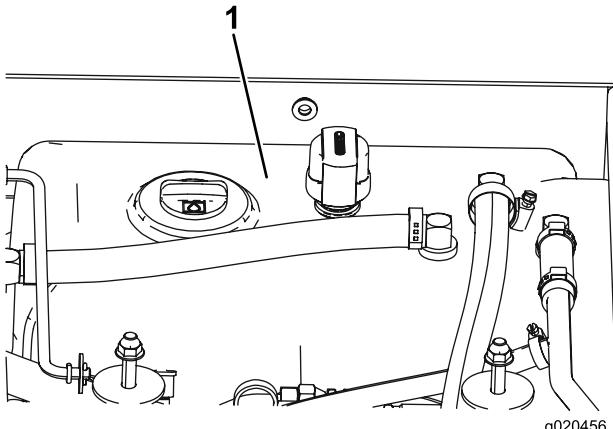

Bild 68
3. Füllen Sie den Behälter (Bild 68) mit Hydrauliköl; siehe „Prüfen des Hydrauliköls“.